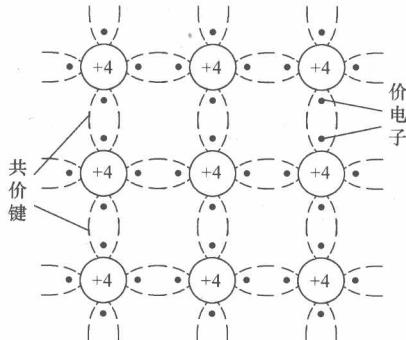

图 1-3 本征半导体共价键晶体结构
(1) 原子结构 半导体制成单晶体时，每个原子都和周围的四个原子用共价键的形式互相紧密联系起来，本征半导体共价键晶体结构如图 1-3 所示。
(2) 载流子 由于晶体中的共价键具有很强的结合力，常温下只有少数价电子因为热